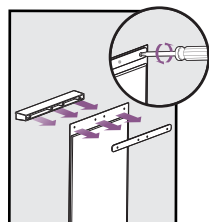

FIG. 17
4. Indsæt den nye vinyllem, og juster den vandret og lodret for at tilpasse den til dørrammen. Udskift den eksisterende stang, og spænd skrueerne fast (fig. 17).